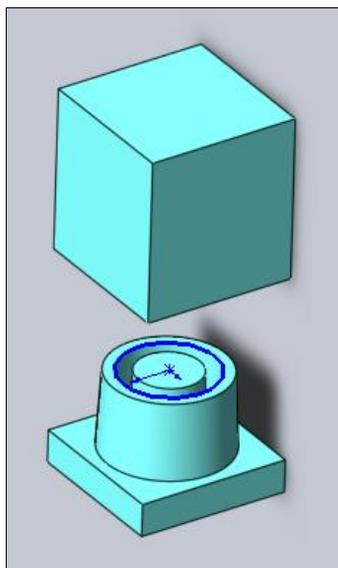

Рис. 7.61
- ◆ **Тела поверхности разъема(1)** (рис. 7.61).